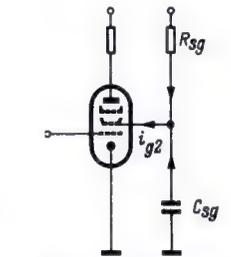

Bild 10. Zum Einfluß der Schirmgitterkombination
Wie der Katodenwiderstand wirkt auch der Schirmgittervorwiderstand gegenkoppelnd. Positive Steuergitterspannung läßt den Schirmgitterstrom ansteigen, dadurch sinkt die Schirmgitterspannung und steuert den Anodenstrom entgegengesetzt wie das Steuergitter. Auch hier kann ein Kondensator eine Speicherfunktion übernehmen (Bild 10). Er braucht nicht so groß zu sein wie  $C_k$ , weil der Schirmgittervorwiderstand wesentlich größer als  $R_k$  und die Steilheit des Schirmgitters in bezug auf den Anodenstrom wesentlich kleiner ist als die Steilheit der Katode. Grenzfrequenz und Dachabfall lassen sich nach Gleichung (7) bzw. nach der Tabelle bestimmen, wenn für  $R$  gesetzt wird: